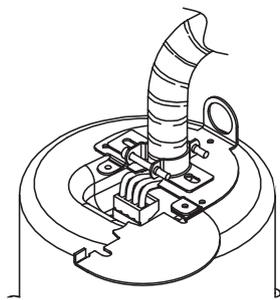

Abbildung 15: Alternative Schelle für Kabelkanal
2. Wird bei der Installation ein flexibler (BX) oder stabiler (EMT) Kabelkanal verwendet, kann eine alternative Schelle verwendet werden. Siehe Installationshinweis und Abbildung 15.